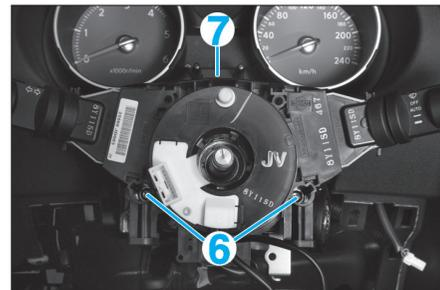

Fig. 7
- Déposer les vis de fixation (6) de la commande sous volant (Fig.7).
- Dégrafer la partie supérieure (7) de la commande sous volant.